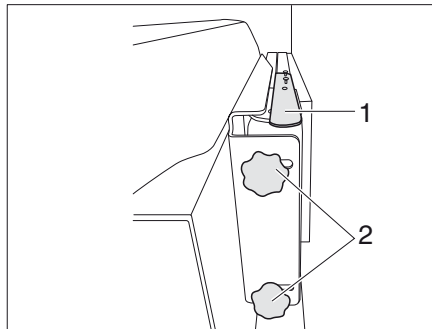

Bild 137 Fäste med ledad arm (variant 1)
- Tryck spaken (Bild 137,1) nedåt för att lossa den platta bildskärmen ur spärren. Släpp spaken.
- Lossa två 2 räfflade skruvar (Bild 137,2) och sväng den platta bildskärmen till önskat läge. Dra fast räfflade skruvar (Bild 137,2) igen.